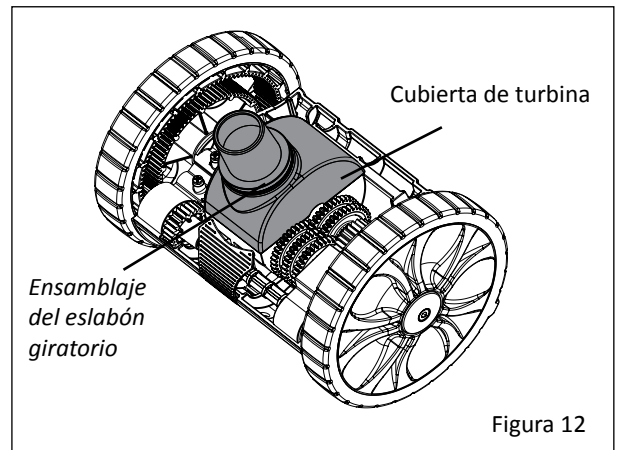

Figura 12
2. La manguera debe tener la longitud suficiente para alcanzar el extremo de la piscina, más una sección adicional y la manguera principal. Véase la **Figura 12**.
4. Tire de la cubierta de la turbina hacia arriba y sáquela del cuerpo del limpiafondos. Ponga la cubierta de la turbina a un lado. Véase la **Figura 12**.
6. Vuelva a colocar la cubierta de la turbina con el ensamblaje del eslabón giratorio hacia la parte delantera del limpiafondos. Véase la **Figura 12**.